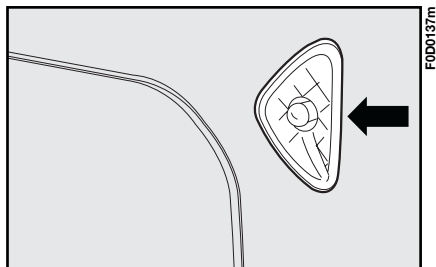

fig. 18
- 1) spingere il trasparente nel senso indicato in **fig. 18**